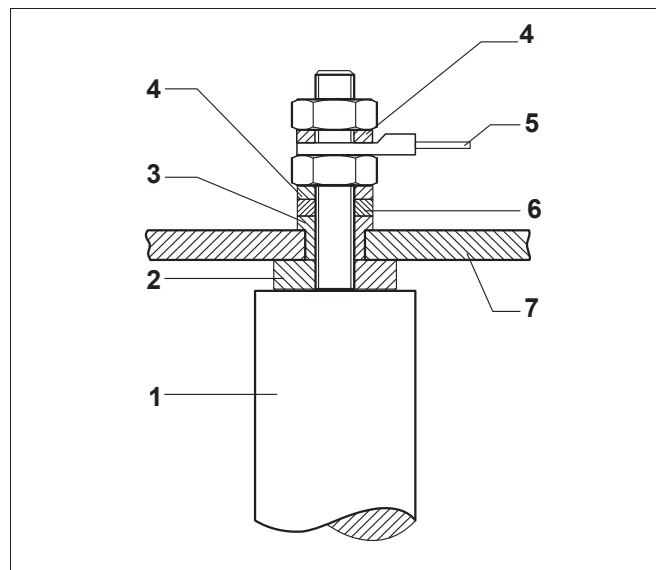

Рис. 15 Подключение магниевого анода
- ▶ При небольшом расстоянии до потолка замените твёрдый магниевый анод (рис. 15) на цепной анод $\varnothing 33 \times 1500$ мм (артикул №: 5592186).